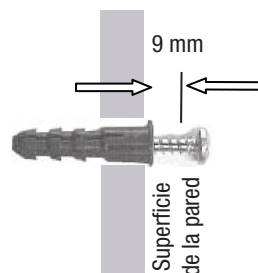

Figura 3
*NOTA:* Si los tornillos se atornillan sobre paneles de yeso y no sobre un montante, perforo previamente los orificios de los tornillos con una broca de de 6 mm (1/4"). Inserte los anclajes en los orificios y atornille los tornillos, dejando que sobresalgan 9 mm de cada tornillo de la superficie de la pared como se muestra en la **Figura 3**.